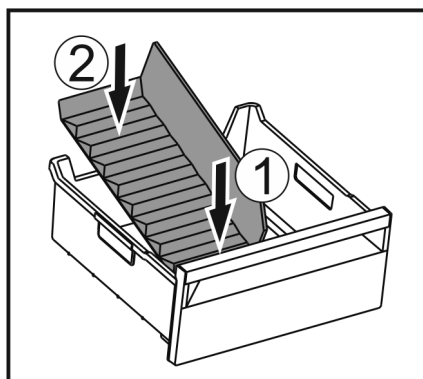

Fig. 259
- Futni brenda pjesën e përparme të ndarësit të sirtarit të akullit. Fig. 259 (1)
- Ulni poshtë pjesën e pasme të ndarësit të sirtarit të akullit deri në bazamentin e sirtarit. Fig. 259 (2)